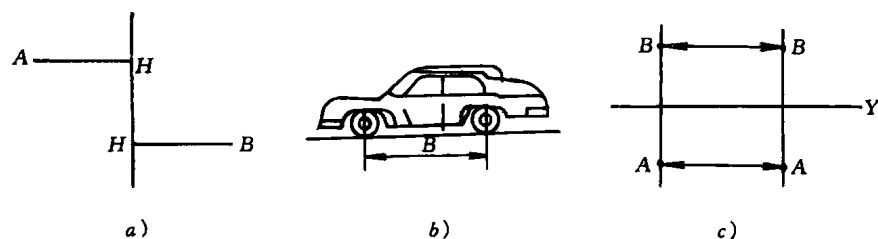

图 1—1 轮距、轴距示意图
答: (1) 轮距 同一真实 (或假想) 轴上两车轮的轮距 AH 和 BH 之和 (图 1—1a)。AH 和 BH 分别为从 A 点和 B 点至车辆纵向对称平面的距离。
(2) 轴距 通过车辆同一侧相邻两车轮的 A 点 (或 B 点) 并垂直于车辆纵向对称平面 Y 的两垂线之间的距离, 即汽车或全挂车的轴距。对于三轴以上的车辆, 从最前面至最后面的相邻两车轮之间的轴距应注明, 总轴距为各轴距之和 (图 1—1b、c)。
答: (1) 最小离地间隙 车辆支承平面与车辆上中间区域内最低点之间的距离。中间区域为平行于车辆纵向对称平面且与其等距离的两平面之间所包含的部分, 两平面之间的距离为同一轴上两端车轮内缘最小距离的 80% (图 1—2)。